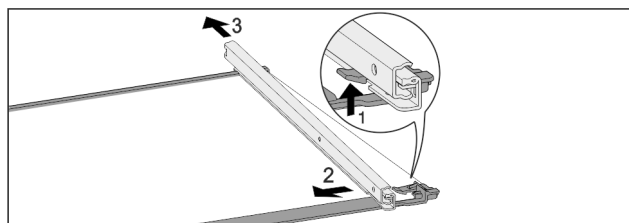

Fig. 120 Стеклаянная пластина с направляющими
- ▶ Отожмите передний стопорный крючок вверх. Fig. 120 (1)
- ▶ Сдвиньте выдвижную направляющую в сторону Fig. 120 (2) и назад Fig. 120 (3).